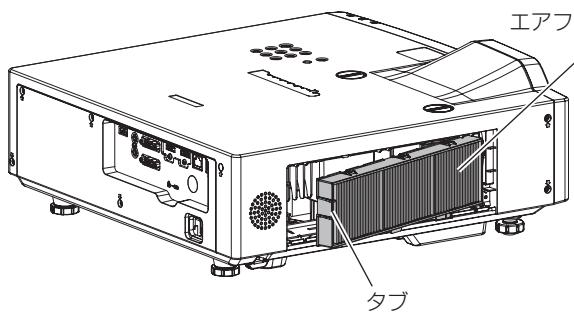

図1
1) エアフィルターユニットをプロジェクター本体に取り付ける（図1）